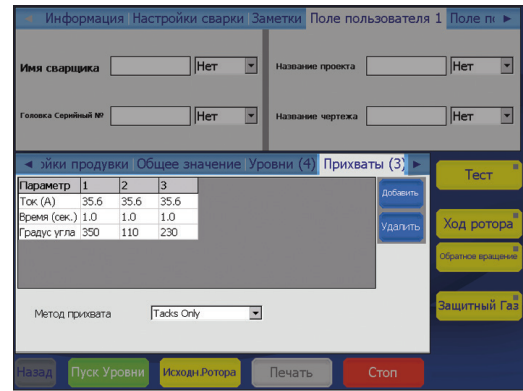

Рис. 30 — Вкладка Tacks (Прихваты)
<p>Tacks (X) (Прихваты) (Рис. 30)</p>	<p>Источник питания M200 поддерживает процедуры сварки с прихватами — точечными сварными швами без провара, которые применяются для фиксации изделий на месте. Количество в скобках показывает число прихватов, заданных для процедуры сварки.</p> <p>Способ прихвата выбирается из вариантов в раскрывающемся списке, расположенном рядом с полем User (Пользователь):</p> <p>Automatic (Автоматический) При нажатии расположенной на вкладке Process (Процесс) кнопки Start (Пуск) будет выполнен весь выбранный технологический процесс сварки.</p> <p>Tacks Only (Только прихваты) Будут выполнены только те части выбранного технологического процесса сварки, в которых осуществляются прихваты. После возврата пользователя на вкладку Process (Процесс) под изображением «Сварочная головка установлена» появится кнопка Start Tacks (Выполнить прихваты). Чтобы выполнить прихваты, нажмите эту кнопку. На месте кнопки Start (Пуск) появится кнопка Start Levels (Выполнить уровни). Нажмите эту кнопку, чтобы приступить к выполнению оставшейся части процесса сварки.</p> <p>Чтобы добавить прихваты, нажмите на верхнюю часть столбца, чтобы его выделить, а затем кнопку Add (Добавить) в правой части окна. Новый столбец с копией данных выделенного столбца будет добавлен после выбранного столбца. Повторите это действие для дополнительных прихватов.</p> <p>Чтобы удалить прихваты, нажмите на верхнюю часть столбца или столбцов, чтобы их выделить, а затем кнопку Delete (Удалить) в правой части окна.</p> <p>Для ввода или изменения параметра используйте экранную клавиатуру.</p> <p>Более подробную информацию о процедурах сварки с прихватами см. на стр. 65.</p>